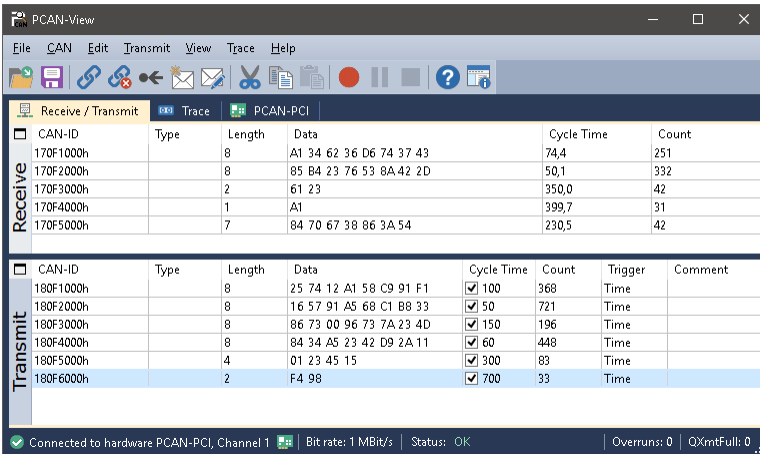

Abbildung 8: Registerkarte Senden/Empfangen
- Bestätigen Sie abschließend die Angaben im Dialogfenster mit **OK**. Das Hauptfenster von PCAN-View erscheint (siehe Abbildung 8).